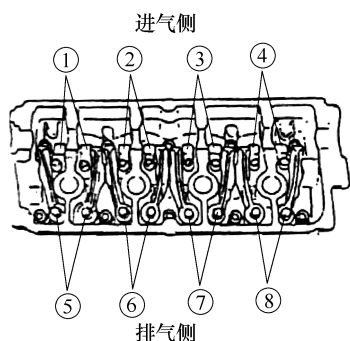

图 6-22 检查图中的气门间隙
4) 检查 No. 1 气缸的摇臂是否同相对的凸轮轴凸轮脱开。如果是, 则可以检查和调整图 6-22 中的①、②、⑤和⑦气门间隙。如果 No. 4 气缸的摇臂同相对的凸轮轴凸轮脱开, 则可以检查和调整图 6-22 中的③、④、⑥和⑧气门间隙。